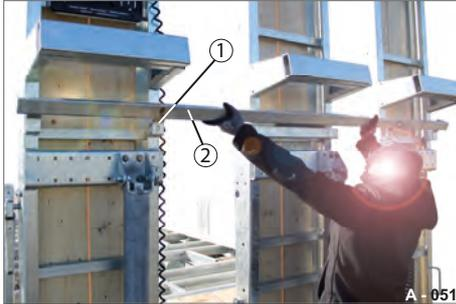

Abb. 73 Querstange entfernen
- ▶ Querstange (Abb. 73/2) gleichzeitig aus den Halterungen (Abb. 73/1) herausheben.